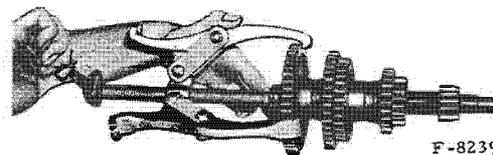

Fig. 42. - Démontage des pignons de l'arbre intermédiaire.
- Arrachez les pignons à l'aide d'un arrache-moyeu à trois branches (fig. 42).